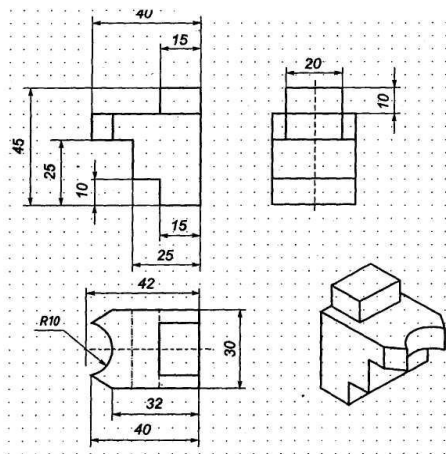

Рисунок 52
20. Плоский чертеж трех видов детали готов (рис.52).